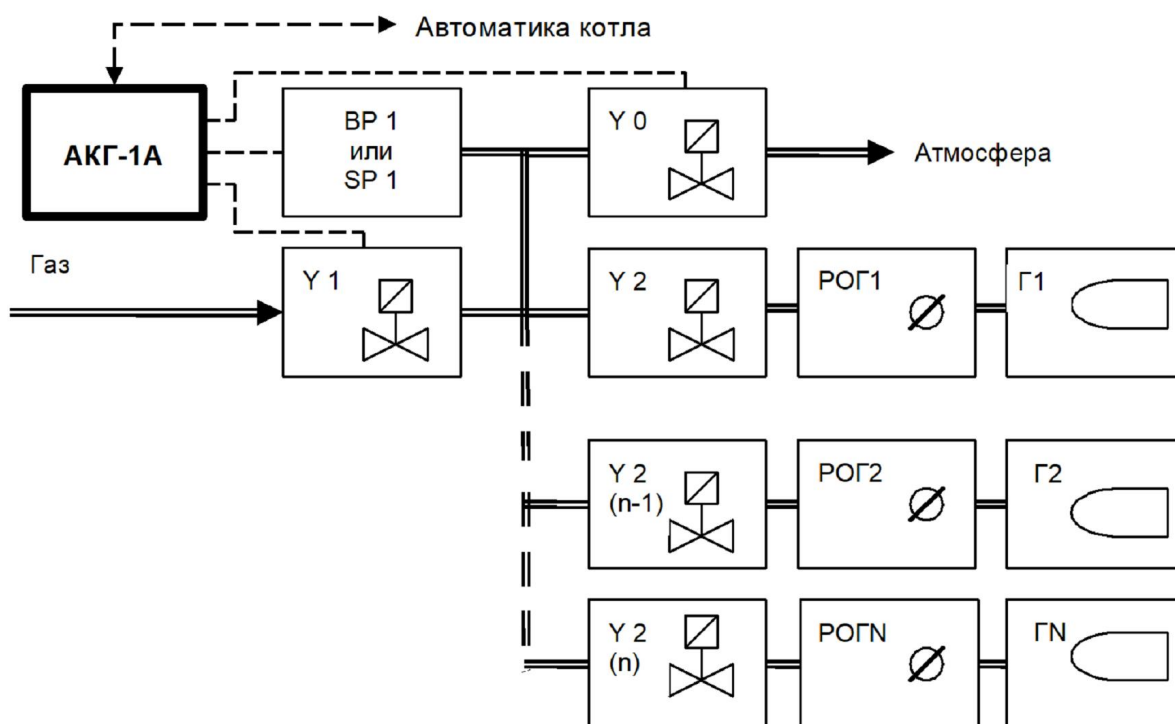

Рис. 1. Функциональная схема контроля герметичности ПЗК
4.1. Функциональная схема прибора приведена на Рис.1.